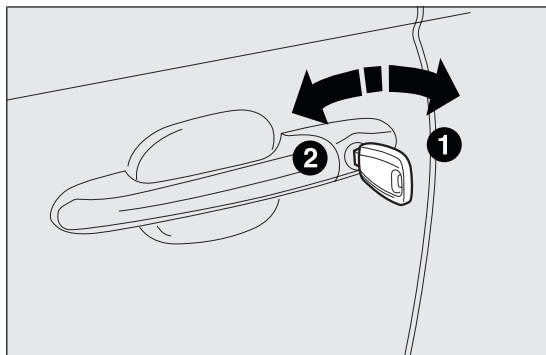

Abb. 48
**Zum Öffnen von Außen (Fahrertür):** den Schlüssel auf die Position 1 Abb. 48 drehen und den Griff ziehen.